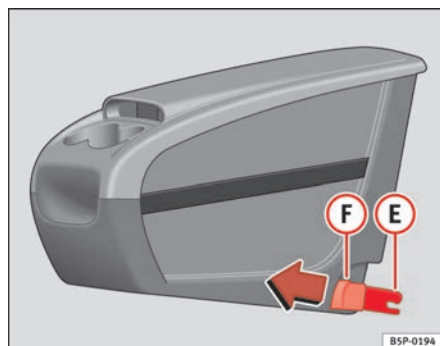
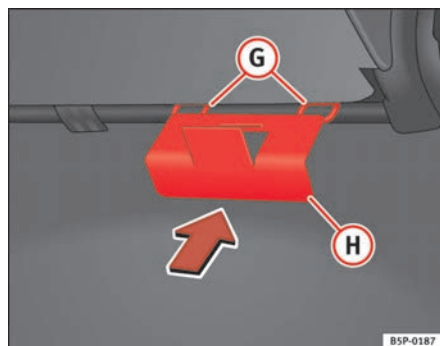

Abb. 111 Zusätzliche Ablage. Anbringen
Abb. 112 Halteplatte der zusätzlichen Ablage
- Die Halteplatte (H) ⇒ Abb. 112 der zusätzlichen Ablage vom Fahrzeuginnern aus auf der Rückseite des Sitzes befestigen. Sie muss sich zwischen der Lehne und dem Sitzkissen im Bereich des mittleren Rücksitzes befinden.
- Die beiden Befestigungselemente (E) ⇒ Abb. 111 zu den beiden Befestigungsrings (G) ⇒ Abb. 112 ausrichten und die beiden Klammern vollständig in die Befestigungsringe eindrücken.
- An den Knöpfen ⇒ Abb. 111 (F) der Klammern nach vorne ziehen (rote Knöpfe), bis sie hörbar ausgehängt sind.